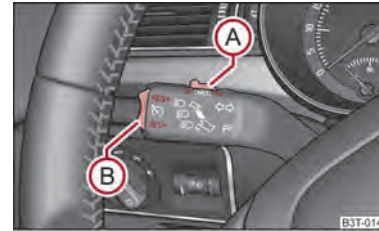

Abb. 125 Bedienungshebel: Wippe und Schalter der Geschwindigkeitsregelanlage
Bedient wird die Geschwindigkeitsregelanlage mit dem Schalter **(A)** → Abb. 125 und der Wippe **(B)** im linken Hebel des Multifunktionsschalters.
- Die gespeicherte Geschwindigkeit können Sie, ohne Betätigung des Gaspedals, durch Drücken der Wippe  ⇒ Abb. 125 in die Position **RES** erhöhen.
Die **Wiederaufnahme** der gespeicherten Geschwindigkeit erfolgt nach Loslassen des Brems- oder Kupplungspedals, bei Fahrzeugen mit automatischem Getriebe nur nach Loslassen des Bremspedals, und nach kurzem Drücken der Wippe  ⇒ Abb. 125 in die Position **RES**.
- Drücken Sie den Schalter  ⇒ Abb. 125 nach rechts in die Stellung **OFF**.